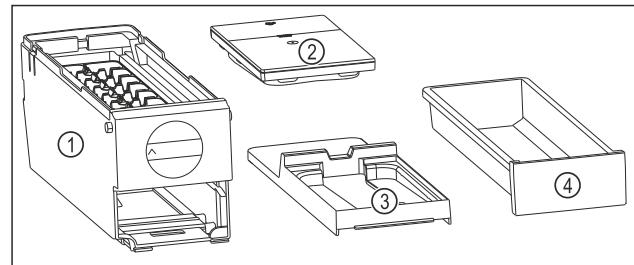

Fig. 145 Sestavni deli modula EasyTwist-Ice
- ▶ Modul EasyTwist-Ice razstavite le na prikazane sestavne dele. (glejte Fig. 145)
- ▶ Glavni del EasyTwist-Ice Fig. 145 (1) očistite kot celoto.
- ▶ Modul EasyTwist-Ice je razstavljen na štiri dele. (glejte Fig. 145)